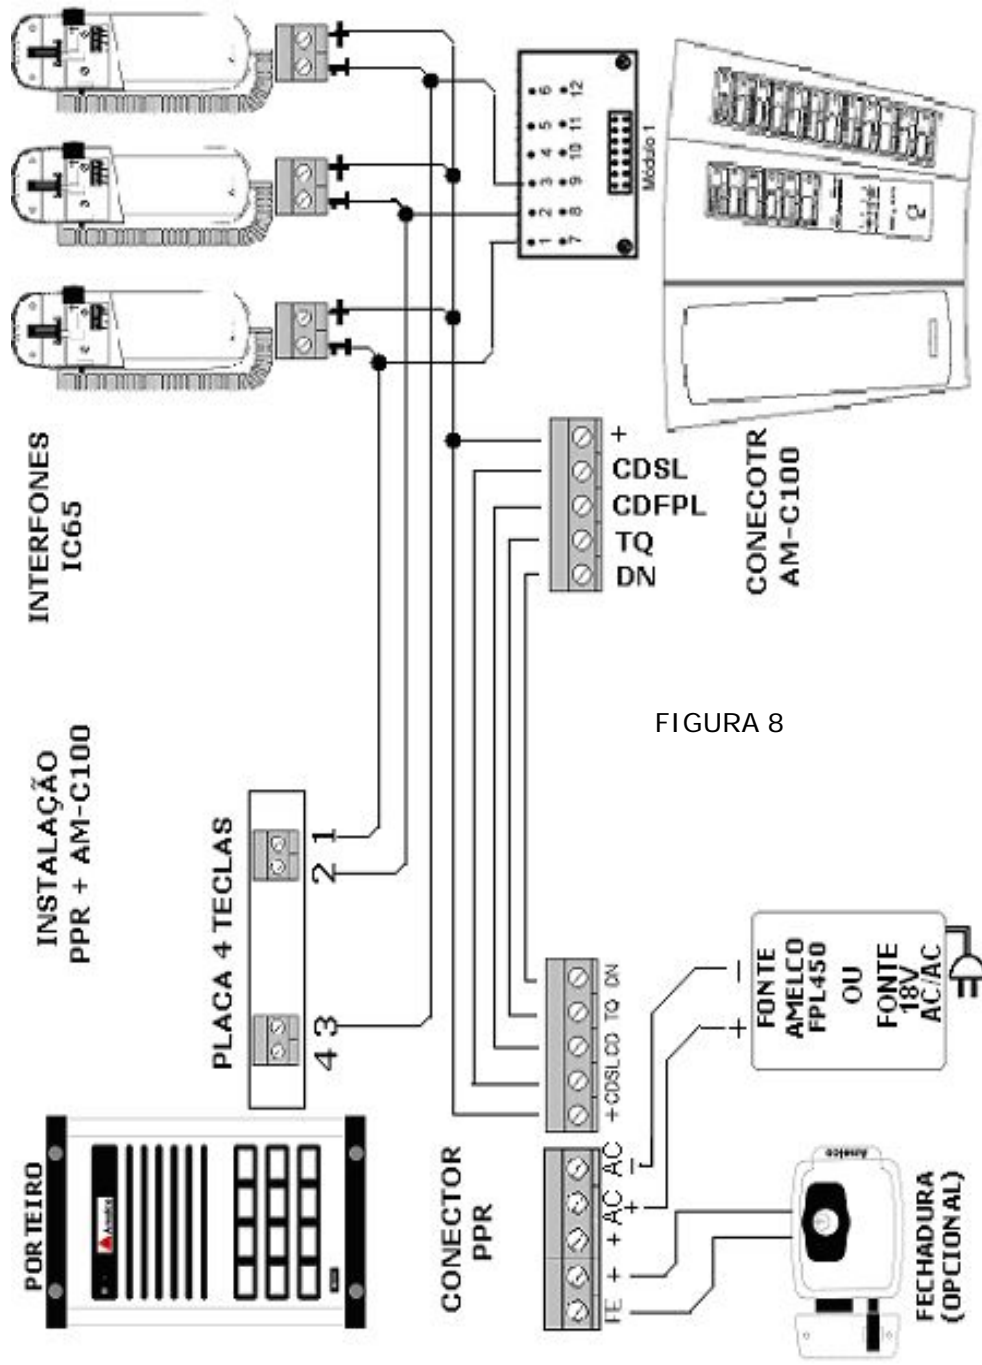

FIGURA 8
Para instalar o porteiro AM-PPR com uma central AM-C100, para funcionar com o sistema Dia/Noite é necessário retirar os "JUMPER's" J1 e J2 existentes na placa do porteiro, depois ligue os terminais (1) ou (T) de cada interfone nos terminais dos módulos de teclas referentes aos apartamentos. Interligue os pontos de mesmo nome entre a central AM-C100 e o porteiro AM-PPR (vide FIGURAS 4/pág. 7 e FIGURA 8/pág. 15). Utilize um cabo multipar com fio #24AWG para interligar os pontos, exceto pelo positivo que deve ser reforçado utilizando 3 ou 4 pares.